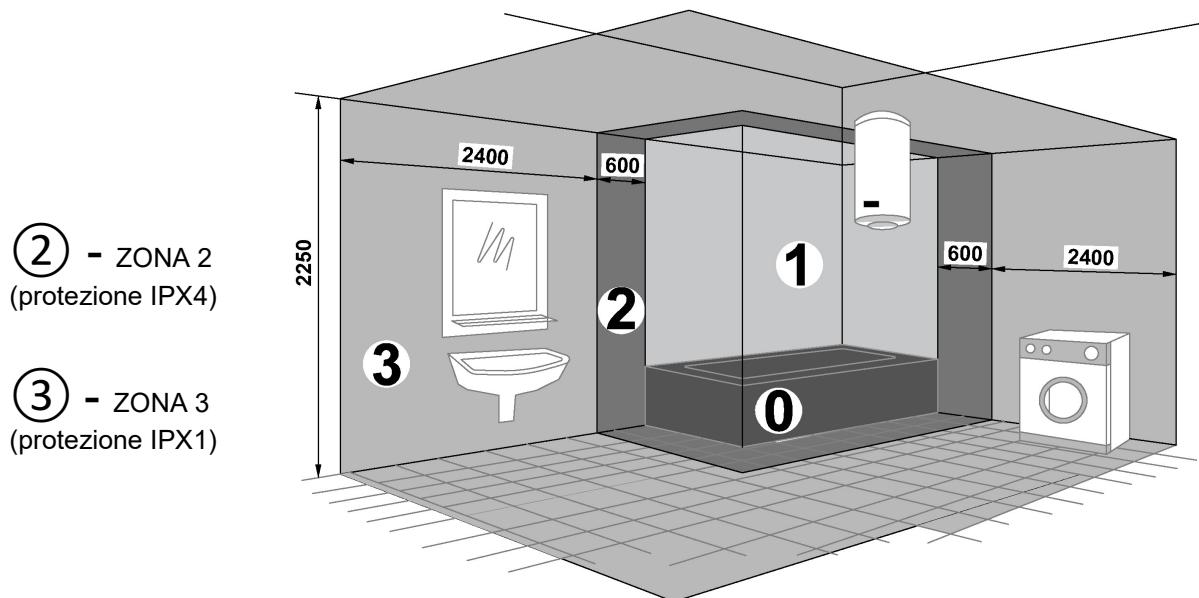

Figura. 1: Divisione delle zone nel bagno
- Il regolatore è di Classe I di resistenza all'acqua. In caso di installazione nel bagno il dispositivo va collocato nella zona 3 (vedi figura 1) di modo che il regolatore sia fuori dalla portata di persone che fanno la doccia o sono nella vasca.